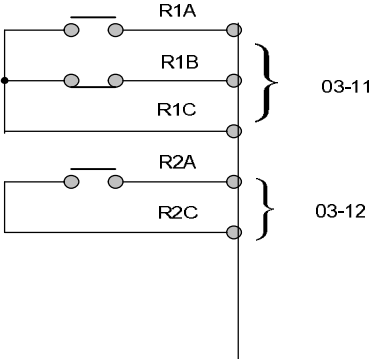

图 4.3.69 过转矩/低转矩侦测讯号使用多功能数字输出端子
- (1) V/f 控制模式为 100%的变频器额定输出电流。
- (2) SLV 控制模式的电机输出扭力为 100%额定扭力。
- 过转矩/低转矩侦测讯号可以输出至多功能数字输出端子(R1A-R1C, R2A-R2C)，通过参数 03-11 至 03-12 (多功能数字输出端子功能选择)设定为 12, 25。参考下图 4.3.69 相关参数。